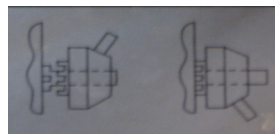

Рис. 9
Точное перемещение фрезерной головки осуществляется вращением маховика микроподдачи (2), при подключенной полумуфте когда рукоятки вертикальной подачи (3) сдвинуты к фрезерной головке (см. Рис. 9).